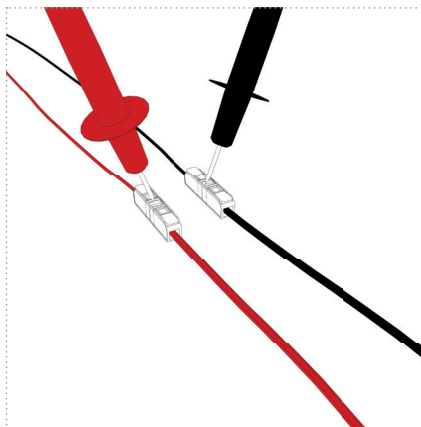

Abbildung: 24
7. Stecken/drehen Sie die Sicherung des Stromkreises der UV-Einheit wieder ein und überprüfen sie auf die korrekte Netzspannung an den Prüfföffnungen der Verbindungsklemmen (Abbildung 24).